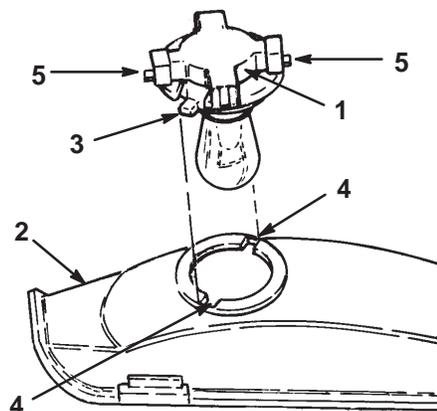

Abbildung 18
3. Die Birnenfassung um 1/4 Umdrehung im Gegenuhrzeigersinn drehen und aus dem Reflektor nehmen (Abb. 18).
- Die Birnenfassung hat zwei Zungen (Abb. 18). Die Zungen auf die Schlitze im Reflektor ausrichten, die Birnenfassung in den Reflektor einsetzen und im Uhrzeigersinn 1/4 Umdrehung bis zum Anschlag drehen.